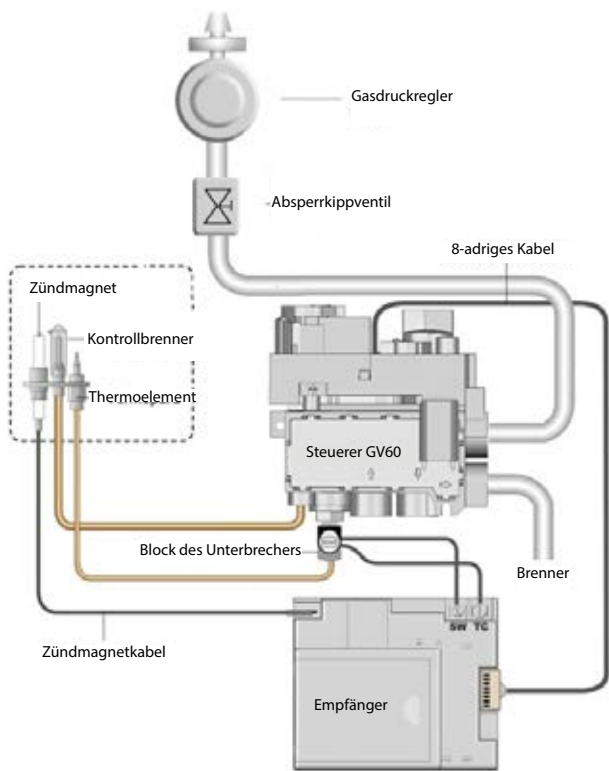

Abb. 7. Anschlusschema des Systems der automatischen Gassteuerung
- Entfernen Sie die Scheiben gemäß den Anweisungen, die sich auf der Seite 18 befinden, legen Sie gleichmäßig Dekorelemente auf den Brenner gemäß der Graphik (Abb. 7), installieren Sie diese danach erneut.